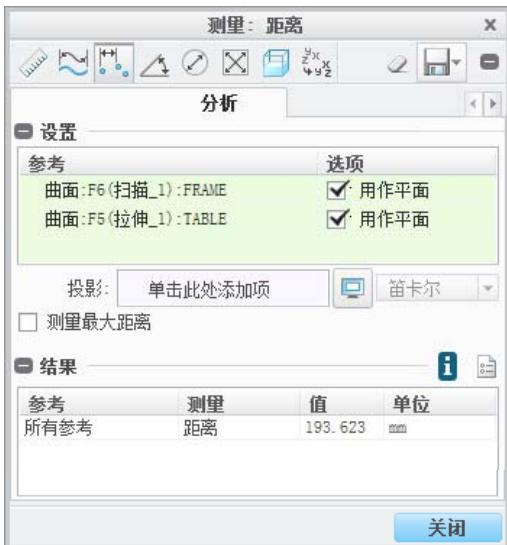

图 6.2.2 “测量：距离”对话框
(1) 选择命令。选择 **分析** 功能选项卡 **测量** ▾ 区域中的“测量”按钮 ，系统弹出“测量：汇总”对话框，单击其中的“距离”按钮 ，展开“测量：距离”对话框，如图 6.2.2 所示。